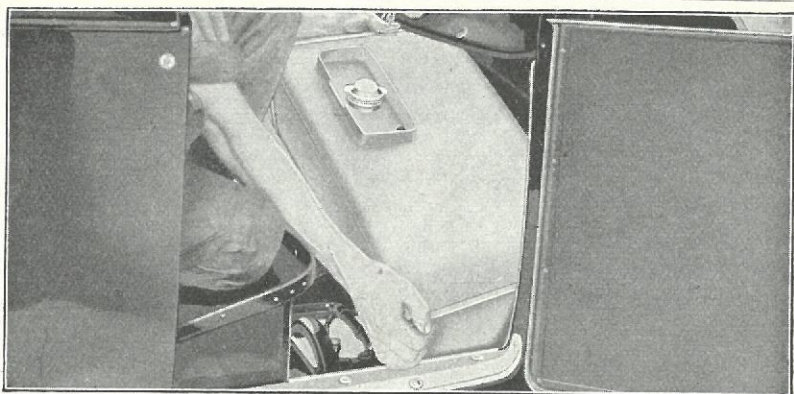

Fig. 565
- 1244** Bevæg Tanken frem og tilbage, indtil Slamsamlerstutsen paa Tanken er ud for Aabningen i Forbrædtet. For at lette denne Operation, kan man lade en Hjælper staa foran Forbrædtet og styre Slamsamlerstutsen gennem Aabningen, medens Tanken trækkes ud. Naar Stutsen er klar af Aabningen i Forbrædtet, løftes Tanken ud som vist i Fig. 565.